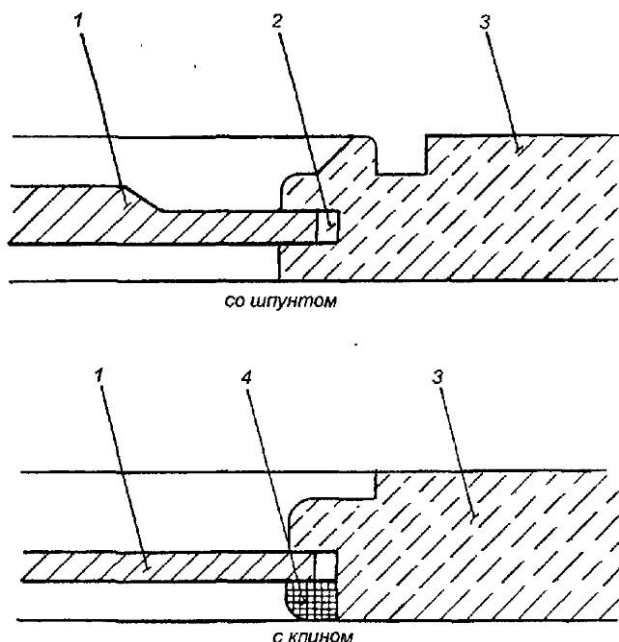

Рис. 53. Филежное соединение деталей
**Филёчное соединение.** Филёнка — элемент столярной конструкции — рамочно-филёчной вязки. На рис. 53 показаны эскизы плоскостей, заполненных филёнками. В выпиловочных работах этот вид соединения очень распространен. Такое соединение удобно при сборке изделий, имеющих более 4-х деталей (можно образовать любой угол между деталями). При помощи филёнки создаются крупногабаритные изделия (перегородки, ширмы).